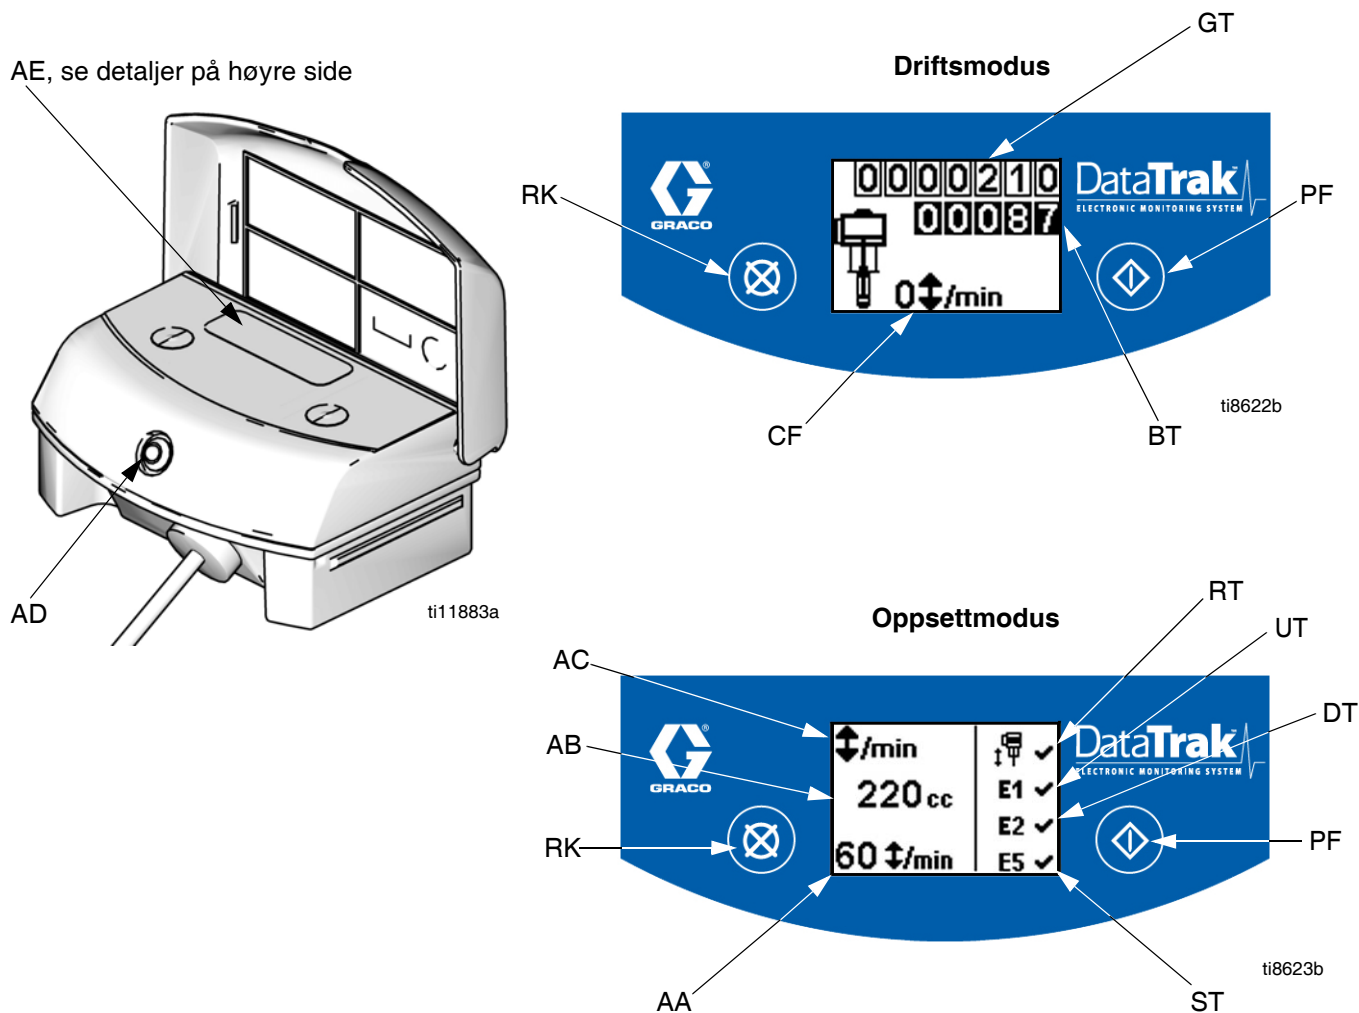

FIG. 8. DataTrak-regulering og indikatorer
Tegnforklaring for FIG. 8
1. Se FIG. 8. Trykk og hold  i 5 sekunder til Oppsett-menyen vises.
Når rusning, E1, E2 og E5 feilalternativer er aktivert, vises et ✓ på oppsett-skjermen. Se FIG. 8.
1. Se FIG. 8. Hvis pumperusing oppstår, utløses rusningsspolen og pumpen stanses. LED-lysene (AD) vil blinke og skjermen (AE) vil indikere en rusningstilstand (se Tabell 1). Skjermen vil bli gjennom seks instruksjonsvisninger.
2. Rusningsvisning 1 og 2: Nullstill rusningsspolen ved å stenge hovedluftventilen (E). Vent til luften er tappet helt ut av luftmotoren.
3. Rusningsvisning 3 og 4: Etter at luften er tappet, trykk sylinderspolens utløserknapp (J) ned for å nullstille luftventilen. Knappen spretter opp igjen når luftventilen har gjenoppbygd trykket.
5. Åpne hovedluftventilen (E) for å starte pumpen på nytt.
Deaktiver rusningsovervåking ved å gå inn i Oppsettmodus og stille inn rusningsverdien til 0 (null) eller bytte til (RT) av  (se FIG. 8).
1. Se FIG. 8. Gå inn i Oppfyllings-/skyllemodus ved å trykke på en knapp for å vekke opp skjermen, trykk deretter på . Oppfyllings-/skyllesymbolet vises på skjermen og LED-lysene blinker
2. Når den er i Oppfyllings-/skyllemodus, deaktiveres rusningsbeskyttelsen og porsjonstelleren (BT) teller ikke. Totaltelleren (GT) fortsetter å telle.
Se FIG. 8. Det siste sifferet i porsjonstelleren (BT) representerer tiendedeler av liter eller gallon. Nullstill telleren ved å trykke på en knapp for å vekke opp skjermen, trykk deretter på og hold inne  i 3 sekunder.
Se FIG. 8. Skjermen (AE) slår seg av etter 1 minutt uten aktivitet i Driftsmodus eller etter 3 minutter i Oppsett-modus. Trykk på en knapp for å vekke opp skjermen.
DataTrak kan diagnostisere flere problemer med pumpen. Når overvåkingen oppdager et problem, begynner LED-lysene (AD, FIG. 8) å blinke og en diagnosekode vises på skjermen. Se Tabell 1.